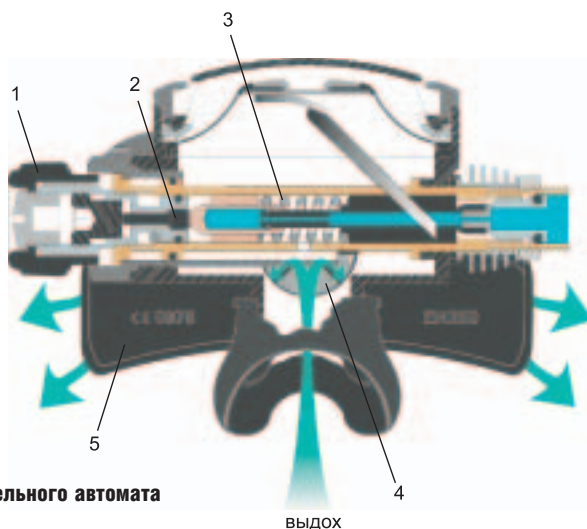

РИСУНОК 6. Схема дыхательного автомата регулятора Legend LX.
(15) в цилиндре механизма клапана воздух устремляется в воздушную камеру дыхательного автомата (10) и через нее – на вдох. При прекращении вдоха и начале выдоха воздух заполняет камеру (10) до давления окружающей среды, и мембрана (1) возвращается в исходное положение, а клапан под воздействием пружины (13) закрывается. Излишки выдыхаемого воздуха выходят через односторонний лепестковый клапан (4, рис. 6), расположенный в нижней части воздушной камеры дыхательного автомата. Его прикрывает дефлектор (5, рис. 6), который защищает клапан от внешнего воздействия, а также отводит пузырьки выдыхаемого воздуха.
Дыхательный автомат LX устанавливается на регуляторы Titan LX, Titan LX Supreme, Legend, Legend Supreme, Legend LX, Legend LX Supreme, а также производится отдельно в виде октопусов LX и LEG-END. В версиях регуляторов Legend LX и Legend LX Supreme дыхательный автомат помимо регулировки Вентури имеет еще и регулировку сопротивления дыханию (рис. 6). Это винт (1), который через толкатель (2) изменяет степень сжатия пружины (3) и, следовательно, влияет на усилие открытия клапана второй ступени. Это позволяет регулировать расход воздуха. При полностью закрученном винте сопротивление на вдох максимально, и этот режим позволяет очень экономно расходовать воздух. При полностью выкрученном винте сопротивление на вдох практически отсутствует, и дыхательный автомат в очень слабом режиме, но, тем не менее, принудительно подает воздух.